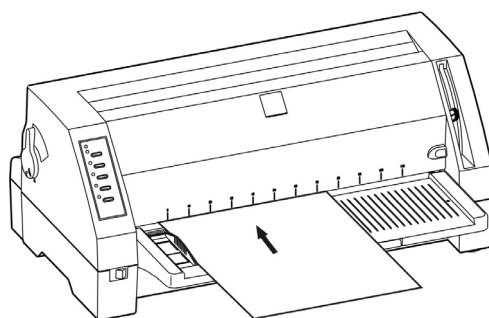

图 3-5: 安装单页纸
6. 如图 3-5，将打印纸（打印面朝上）紧贴挡纸板边缘，平稳地插入打印机，直到遇到阻力为止。